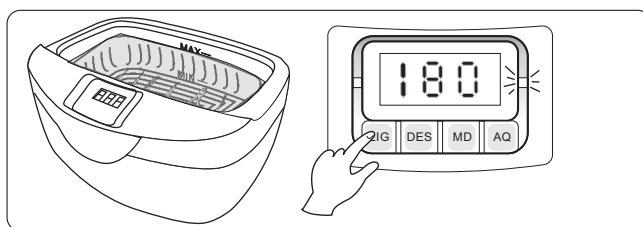
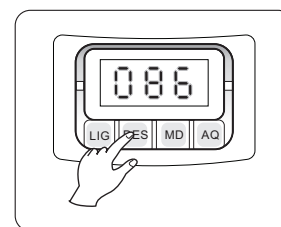

Fig.14
Fig.15
- 7► Presione la tecla **LIG** para iniciar la limpieza (Fig. 14), en este momento el operador oír el ruido típico del funcionamiento del equipo, o sea, la cavitación. Para interrumpir el ciclo temporalmente presione la tecla **DES** (Fig. 15) para retomar la limpieza, presione **LIG** nuevamente.